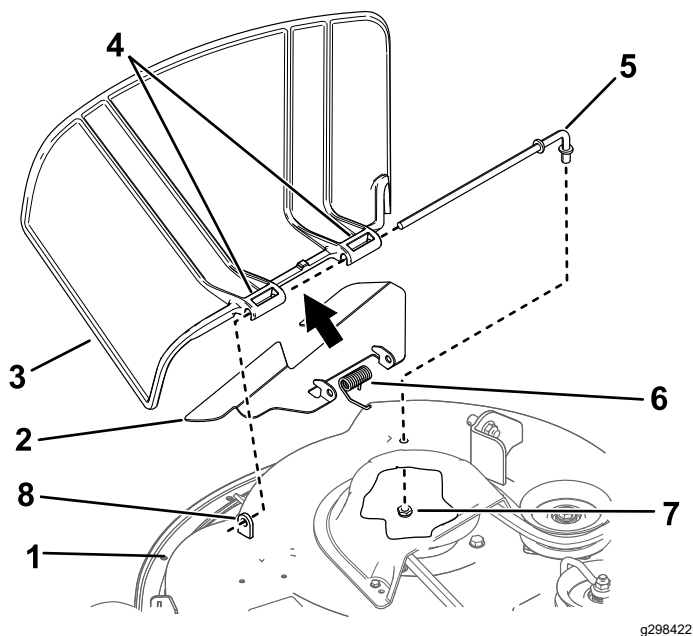

Figure 74
1. Retirez l'écrou ( $\frac{3}{8}$ " ) de la tige, sous le plateau de coupe (Figure 74).
2. Sortez la tige de la courte cheville de positionnement, du ressort et du déflecteur d'herbe (Figure 74).
4. Montez le nouveau déflecteur d'herbe (Figure 74).
7. Insérez la tige dans le second pivot du déflecteur d'herbe (Figure 74).
9. Fixez l'extrémité arrière de la tige dans le plateau de coupe à l'aide d'un écrou (3/8"), comme montré à la Figure 74.